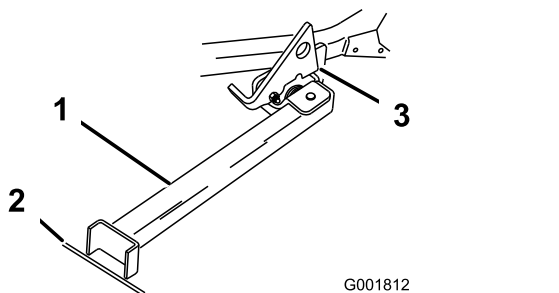

Рисунок 45
4. Поверните опорную стойку вперед и наружу и задвиньте ее в сторону машины, в нижнюю часть паза (Рисунок 44 и Рисунок 45).
5. Установите башмак опорной стойки на землю и опустите защелку на выступ шарнира (Рисунок 45).
**Примечание:** Для наилучших результатов установите башмак опорной стойки в место стыка плит пешеходной дорожки или в грунт (Рисунок 45).
7. Наезжайте машиной на опорную стойку. Остановите машину, когда защелка опустится на выступ в заблокированное положение (Рисунок 45).